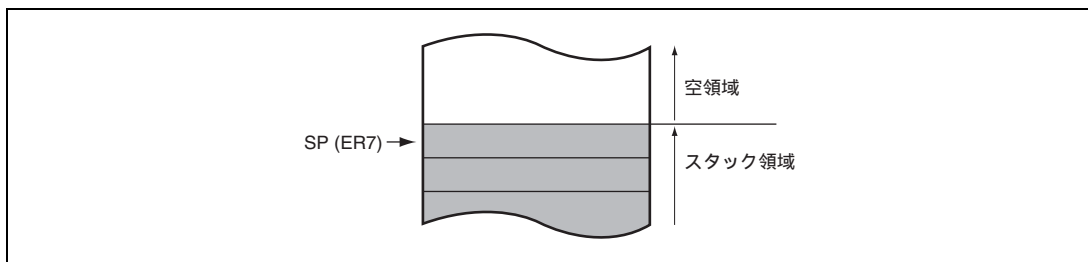

図 2.4 スタックポインタとスタック領域の関係
汎用レジスタ ER7 には、汎用レジスタの機能に加えてスタックポインタ (SP) としての機能が割り当てられており、例外処理やサブルーチンコールなどで暗黙的に使用されます。スタックポインタとスタック領域の関係を図 2.4 に示します。